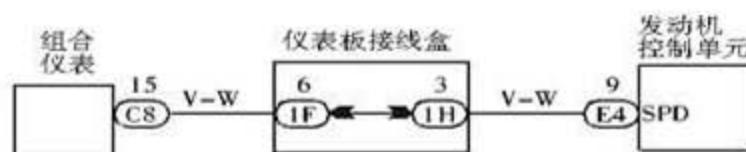

图 2
- 4). 参考相关电路图(图2)。拔下仪表线束连接插头C 8和发动机控制单元线束连接插头E 4, 测量插头C 8的第15脚和插头E 4的第9脚之间的电阻低于 $1\ \Omega$, 这表明插头C 8的第15脚与插头E 4的第9脚之间的2根紫/白色线路与仪表板接线盒之间的连接完好, 故障点应该在插头C 8或插头E 4与相应插座的连接上。检查插头C 8、仪表插座、插头E 4以及发动机控制单元插座, 结果均完好。联想到防盗系统控制单元的车速信号线也连接在仪表线束连接插头C 8上, 而且车速超过 $20\ \text{km/h}$ 时4个车门不会自动上锁, 因此仪表线束连接插头C 8与仪表插座的连接上疑点最大。将C 8和E 4插头插实, 将拆过的部件全部装复后进行试车, 观察发动机动态数据流, 车速数据项显示的数值与仪表显示的车速数值相同, 而且当车速超过 $20\ \text{km/h}$ 时4个车门会自动上锁, 至此故障完全排除。